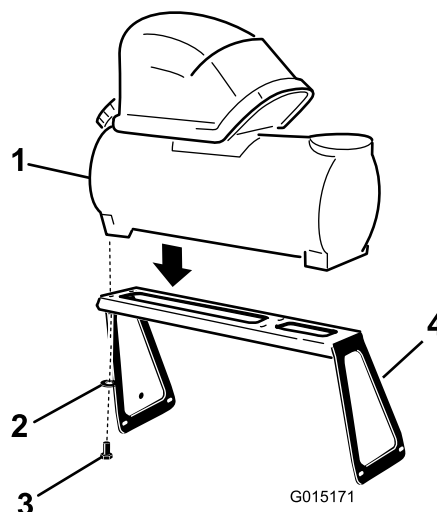

Figura 2
1. Coloque o depósito de espuma no suporte de montagem como se mostra em Figura 2.